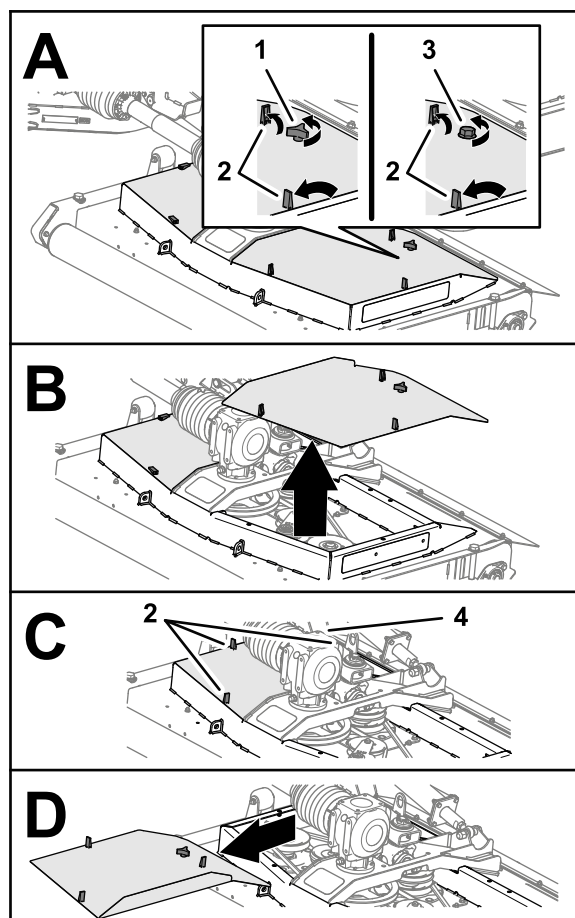

Рисунок 46
1. Расфиксируйте 3 защелки крепления крышки деки газонокосилки (Рисунок 46).
2. Ослабьте ручку или болт (дека газонокосилки, соответствующей требованиям CE), которые крепят крышку к деке газонокосилки (Рисунок 46).
4. Повторите действия, описанные в пунктах 1 и 2, на другой крышке (Рисунок 46).